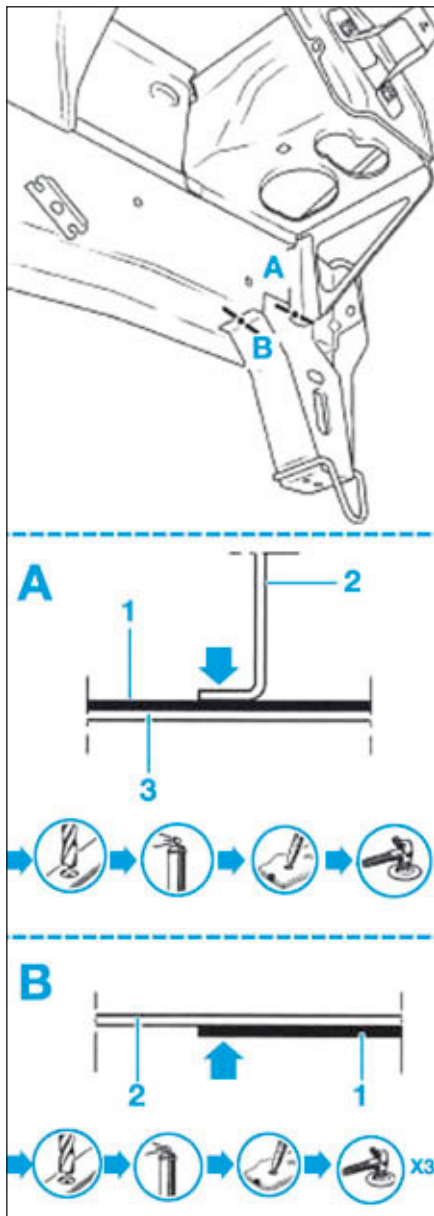

FIG.2
- Dépointer les points de soudure du support de la traverse du radiateur (1) sur longeron avant (2) et sur la traverse latérale extrême avant (3) (Fig.2).
- Percer avec un foret pour un soudage ultérieur par points de bouchons MAG (Fig.2).
- Souder par points bouchons MAG (Fig.2).